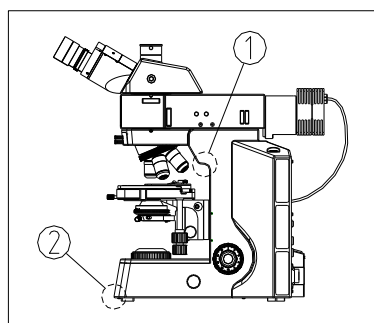

图 1
- 3、当移动显微镜时，一手提住显微镜的镜臂处①，一手托住镜体的前端处②，并小心轻放。（如图 1）